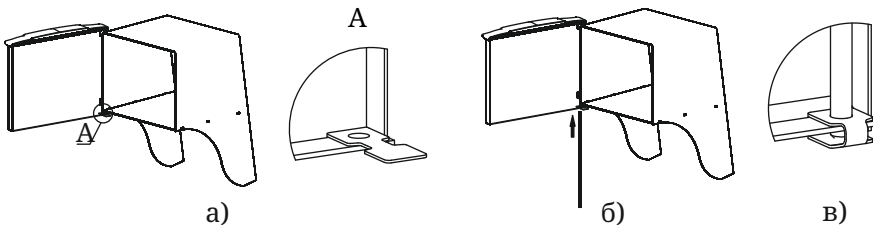

Рисунок 6. Установка дверцы при монтаже печи
2. Установите дверцу на втулки топливного канала, совместив отверстия (рисунок 6.а);
3. Совместите отверстие упора с нижним отверстием каркаса, при этом упор должен располагаться внутри каркаса (рисунок 6.а);
4. Вставьте ось через отверстия снизу вверх (рисунок 6.б);
5. Подогните упор, фиксируя конец оси между площадками упора (рисунок 6.в).